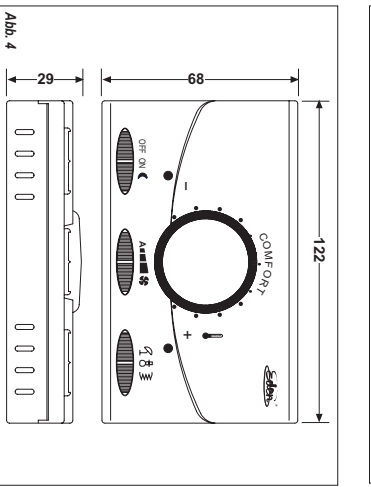

Abb. 4
- Abmessungen: 122 x 68 x 29 mm (LxHxT) - Abb. 4